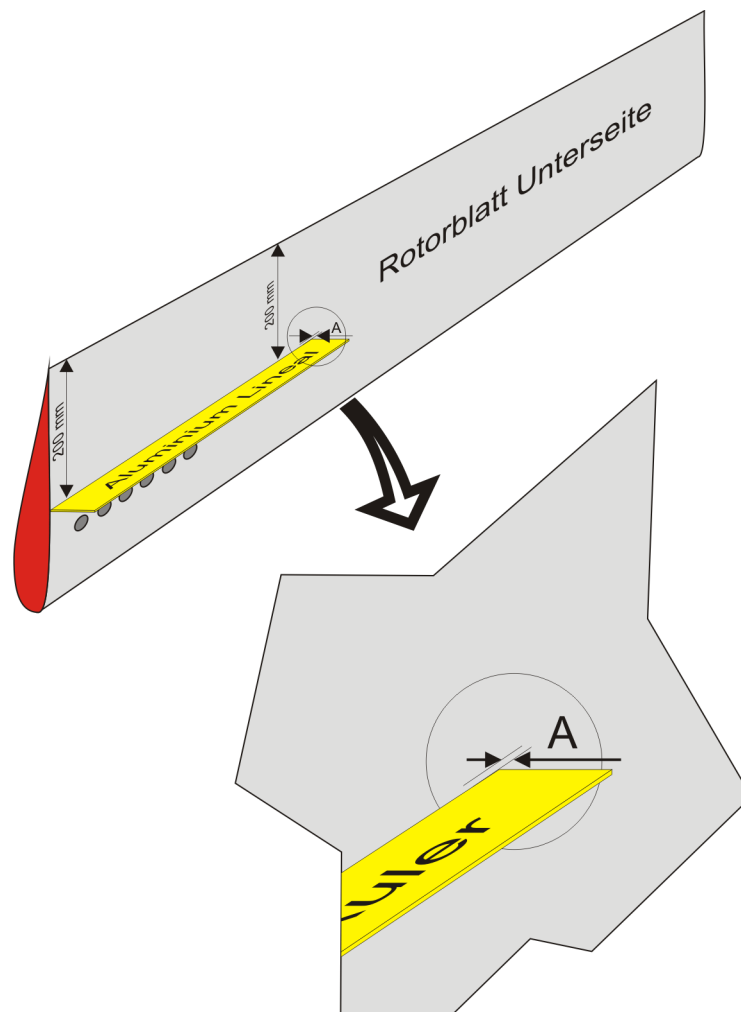

Abb. 2 - Messung der Geradlinigkeit an Blattwurzel
- 2 Jedes Rotorblatt an der Blattwurzel auf Geradlinigkeit prüfen. Dazu Rotorblatt auf der Profilnase stehend auf Böcken platzieren und mittels Aluminium-Lineal den Spalt in 1 m Abstand von der Blattinnenkante messen (siehe Abb. 2). Maximales Spaltmaß (Abmessung A) ist 0.5 mm (LTA DULV-2010-004).